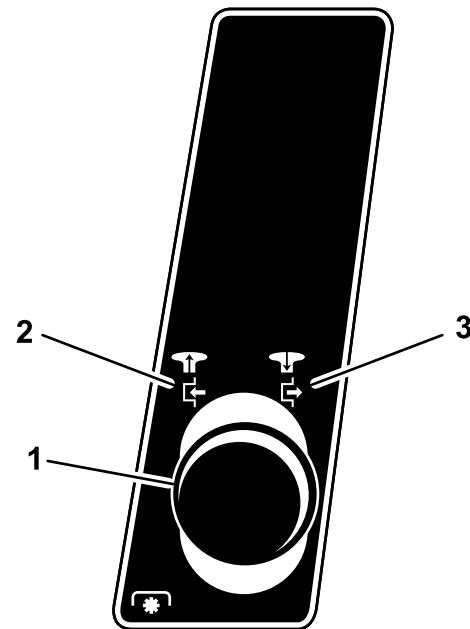

Figura 11
- Disinnestate le lame (PDF). Vedere Figura 11.